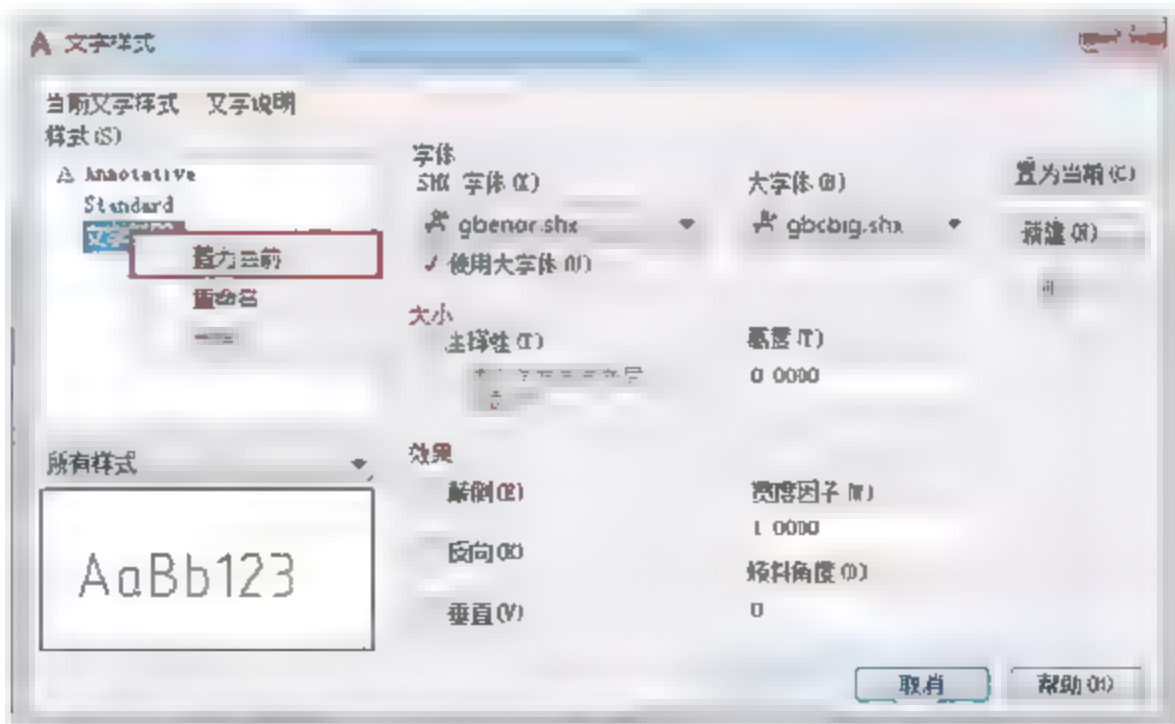

图6-13 选择命令
- 在【文字样式】对话框的【样式】列表框中选择要置为当前的样式名,右击,在弹出的快捷菜单中选择【置为当前】命令,如图6-13所示。